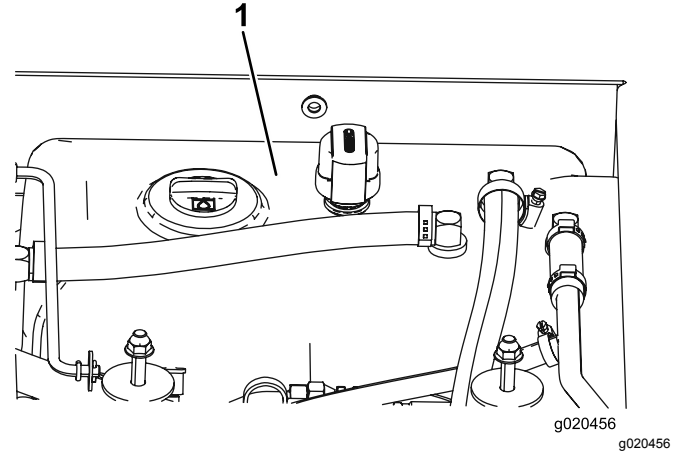

Figura 102
4. Llene el depósito (Figura 102) con fluido hidráulico; consulte Comprobación del fluido hidráulico (página 76).